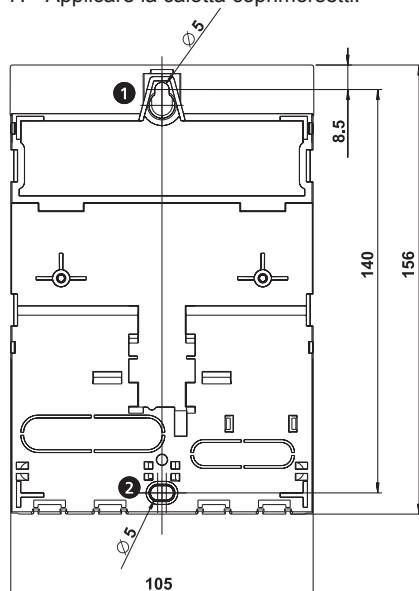

Fig. 2: Lato posteriore del regolatore con aperture di montaggio superiore **1** e inferiore **2**
2. Avvitare la vite per l'apertura di montaggio superiore **1** (fig. 2), in modo tale che la testa della vite mantenga una distanza dalla superficie di montaggio compresa tra i 5 e i 7 mm.